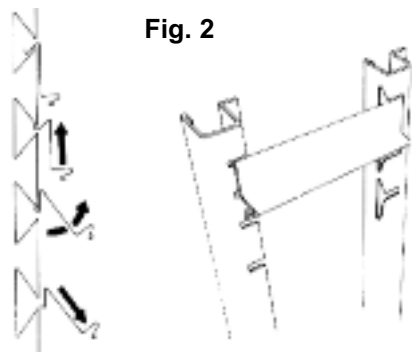

Fig. 2
**Intérieur:** Les crémaillères peuvent être démontées sans outil pour faciliter le nettoyage (**voir fig. 2**). Celui-ci doit être fait régulièrement à l'aide d'une éponge et d'eau tiède savonneuse; essuyer ensuite soigneusement. Enlever tout d'abord les clayettes, puis retirer les glissières en les tenant fermement par leur partie centrale, et en les soulevant légèrement. Faire basculer la glissière vers l'intérieur de l'armoire en poussant sur sa partie centrale et en la tournant de 45°; elle sera alors dégagée. (Nota: Equipées d'un système anti-basculement, les glissières présenteront une certaine résistance au début et un peu de pratique sera nécessaire.)